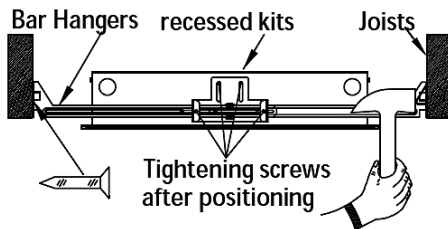

Figure 3
3. Hang safety rope to the module clip. See Figure 3.
3. Accrochez la corde de sécurité au clip du module. Voir la Figure 3.